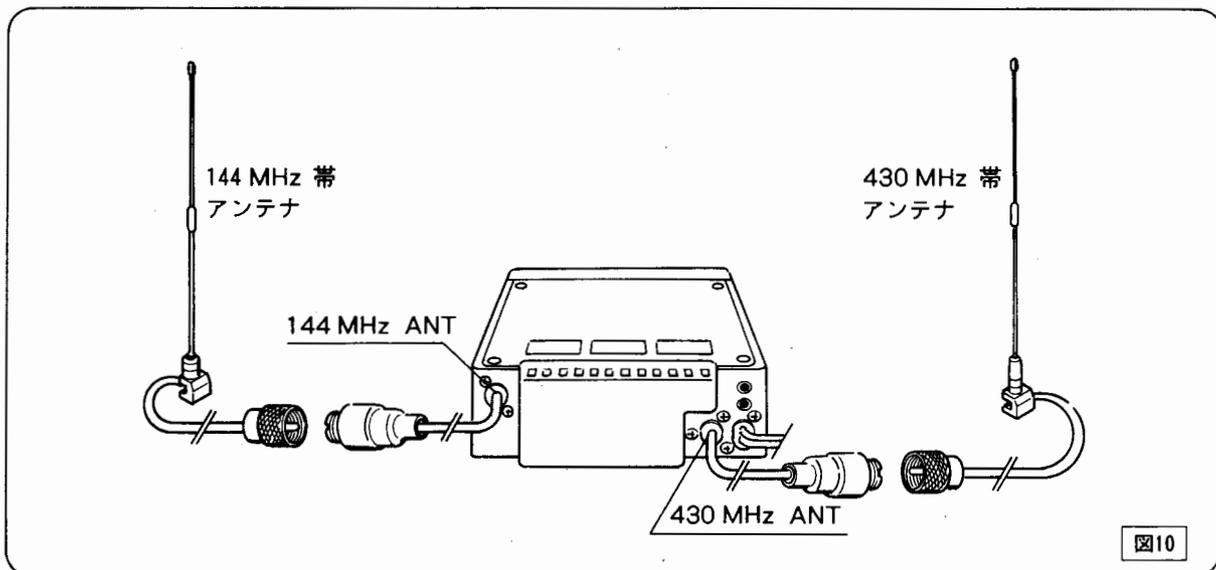

図10
① 独立したアンテナに接続する場合（図10）
- ① 本機の144MHz帯用同軸ケーブルに、144MHz帯のアンテナからの同軸ケーブルを接続します。
- ② 本機の430MHz用同軸ケーブルに、430MHz帯のアンテナからの同軸ケーブルを接続します。